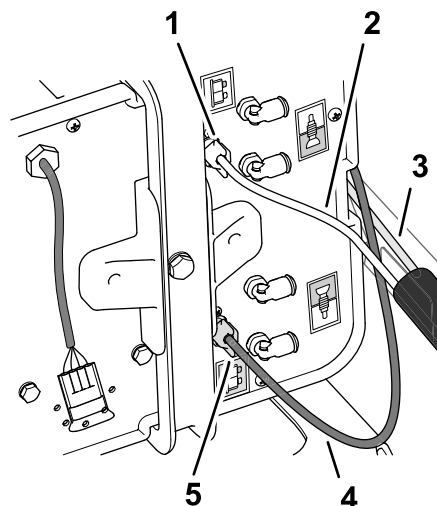

図 5
3. キャップのフィッティングからコンプレッサ側面のフィッティングへ、透明チューブ 92cm を配設する 図 4 と 図 5。
4. 白い圧縮ナット 図 5 を外して透明チューブ 92cm に取り付けます。
5. コンプレッサ側面のフィッティングに、透明チューブと白い圧縮ナットを嵌め、白い圧縮ナットを手締めする 図 5。
6. コンプレッサ側面のフィッティングから、青い圧縮ナットを取り外す 図 5。
7. 泡密度チューブの青いチューブ 図 5 に青い圧縮ナットを取り付ける。
8. コンプレッサ側面のフィッティングに、青いチューブと青い圧縮ナットを嵌め、ナットを手締めする 図 5。